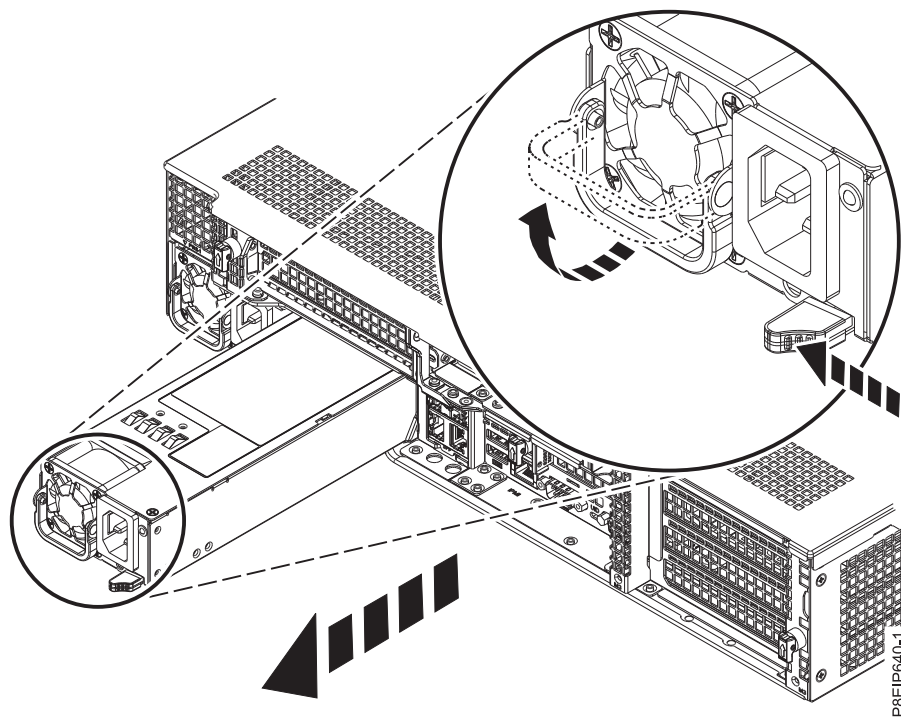

Figure 80. Retrait d'une alimentation du système
- a. Pour retirer l'alimentation de sa position dans le système, poussez le loquet de verrouillage vers la gauche, comme indiqué dans la figure 80.